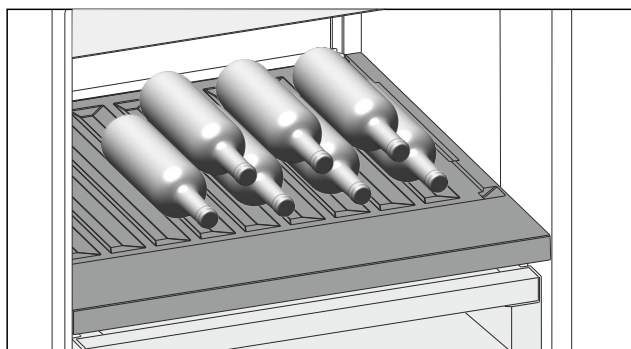

Fig. 121 Représentation à titre d'exemple
- Placer les bouteilles avec le fond orienté vers la paroi arrière de l'appareil. (voir Fig. 121)